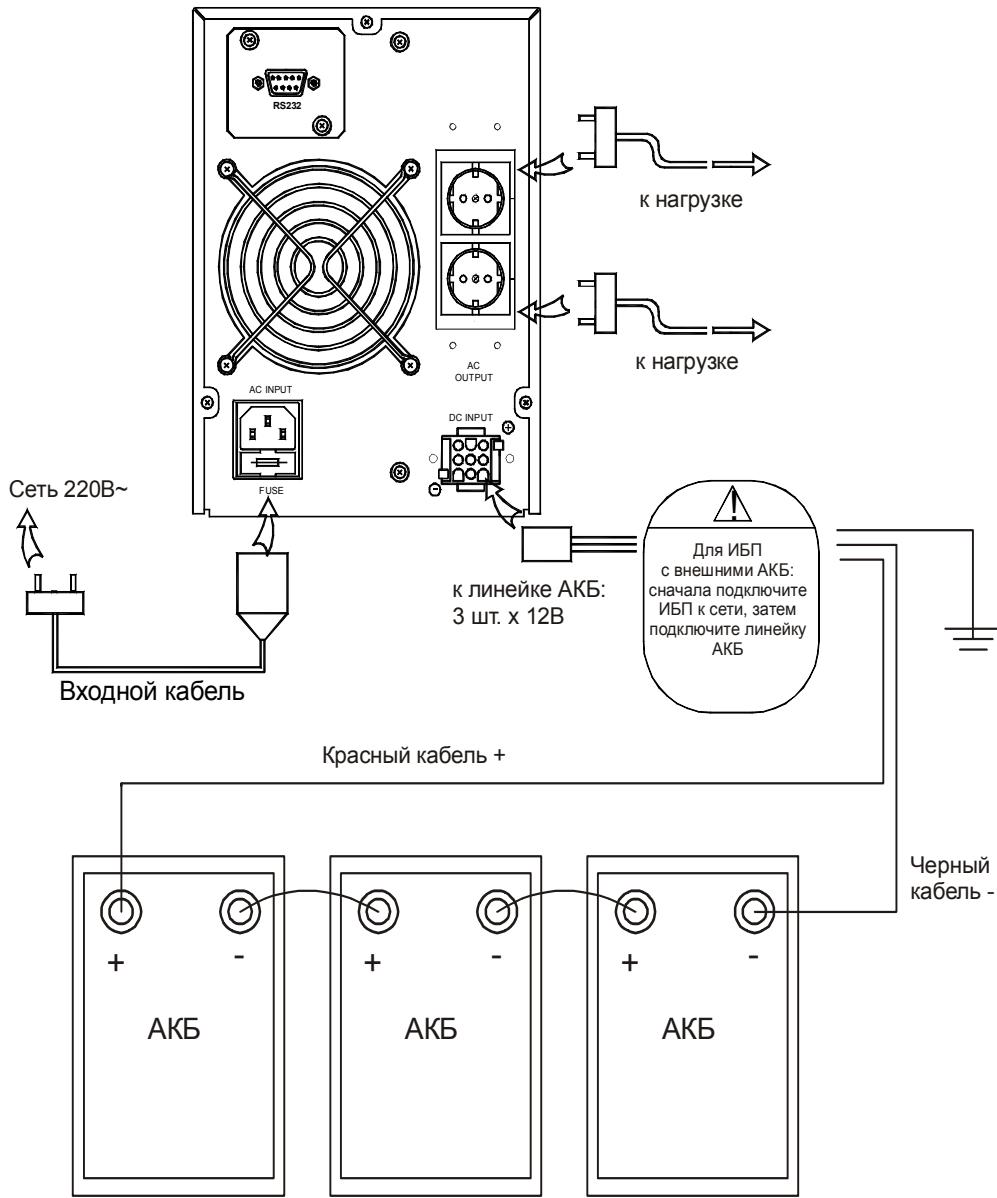

Рис. 3-2. Схема подключения KR1000LCDL
3. Соберите линейку из 3 одинаковых аккумуляторных батарей по 12В каждая, желательно из одной партии. Соедините их последовательно с помощью батарейных перемычек (см. рис. 3-2). Батарейные перемычки обычно входят в комплект батарей или изготавливаются самостоятельно (используйте кабель сечением не менее 6 мм²).
4. Соедините линейку АКБ с батарейным кабелем (входит в комплект). Красный провод – плюс, черный – минус (см. рис. 3-2).
5. Соберите линейку из 8 аккумуляторных батарей (для KR3000LCDL) по 12В каждая (96В). Соедините их последовательно с помощью юатарейных перемычек сечением не менее 6 мм^2 (аналогично рис. 3-2, но в отличие от рисунка 3-2 используйте 8 батарей).